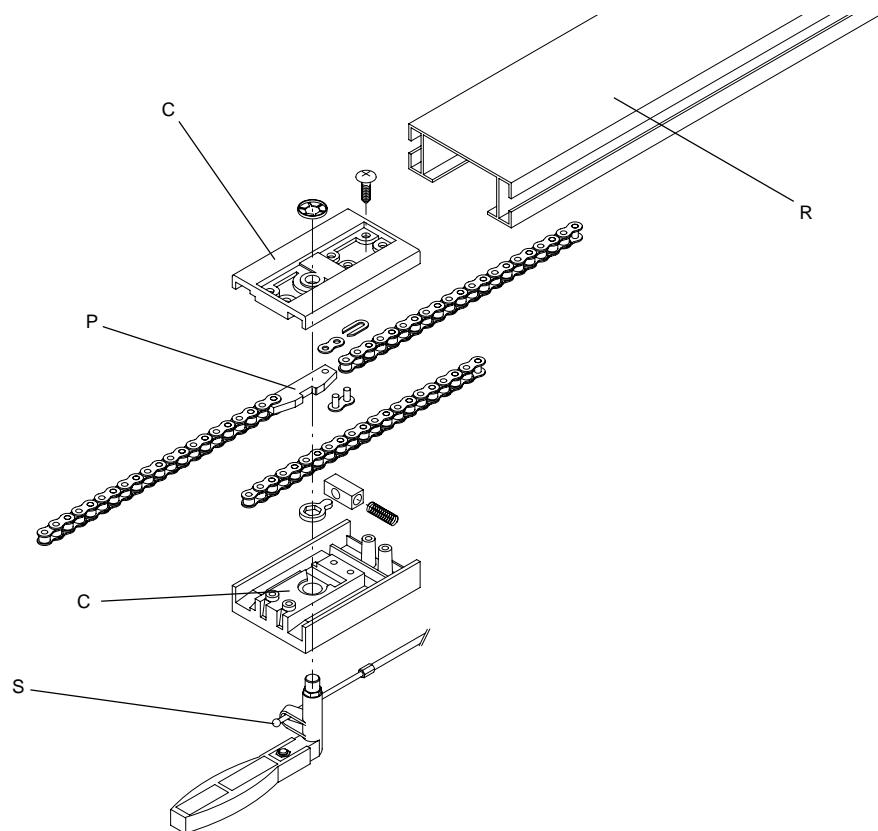

Fig.6
3.4 Inserire il carro di trascinamento C nella rotaia R ed infilare la catena in quest'ultimo avendo cura che la piastrina P posta sulla rotaia sia dalla parte dello sblocco S (fig. 6).
3.4 Insert the drive trolley C into the rail R and the chain into the trolley making sure that the plate P, placed onto the rail, is on the release side S (fig. 6).
3.4 Den Mitnehmerwagen C in Schiene R einfügen und Kette im Mitnehmerwagen einziehen und darauf achten, daß das an dieser angebrachte Plättchen P an der Freigabeseite S ist, Bild 6.
3.4 Insérer le chariot d'entraînement C dans le rail R et enfiler la chaîne dans ce dernier en ayant soin que la plaque P placée sur celle-ci soit du côté du déblocage S (fig. 6).
3.4 Insertar el patín de tracción C en la guía R y acoplar la cadena en esta última teniendo cuidado de que la pieza de enclavamiento P puesta sobre la guía esté situada en la parte del desbloqueo S (fig.6).